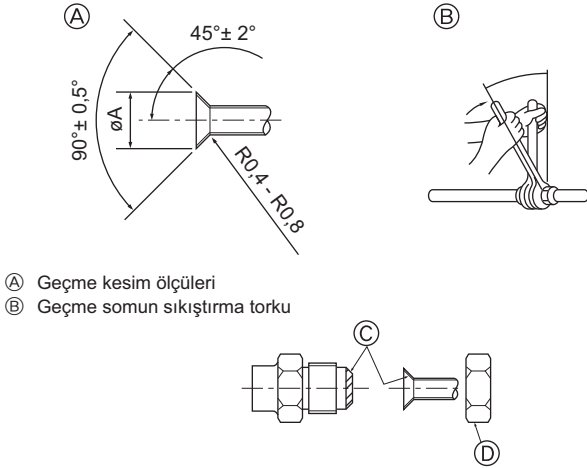

Fig. 4-2
(A) (Fig. 4-2)
(B) (Fig. 4-2)
4.2. Boruların bağlanması (Fig. 4-2)